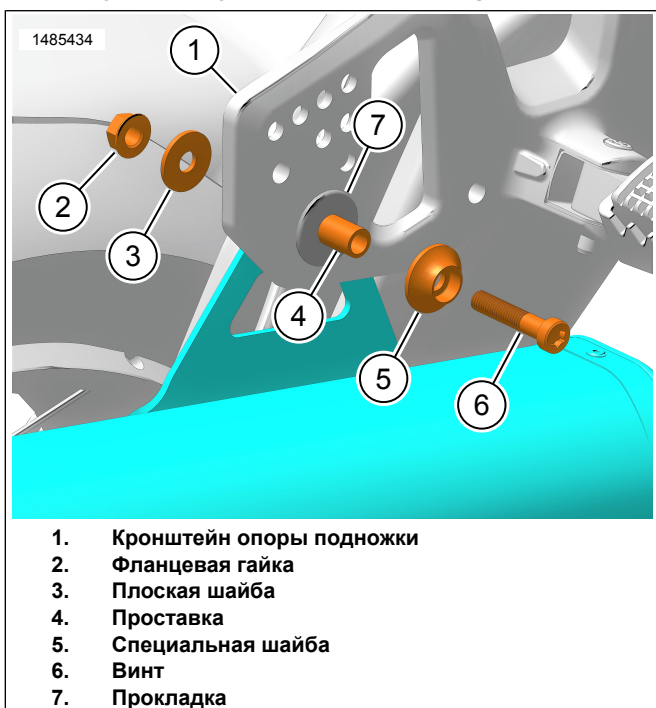

Рисунок 5. КРЕПЕЖ ДЛЯ ГЛУШИТЕЛЯ
- а. Выровняйте монтажный кронштейн (2) с отверстием.
5. См. рис. 5. Расположите кронштейн глушителя за опорным кронштейном пассажирской подножки (1).
- а. Выровняйте компоненты и установите проставку (4).
- а. Используйте герметик для винта (6).
10. См. рис. 5. Затяните винт (6).